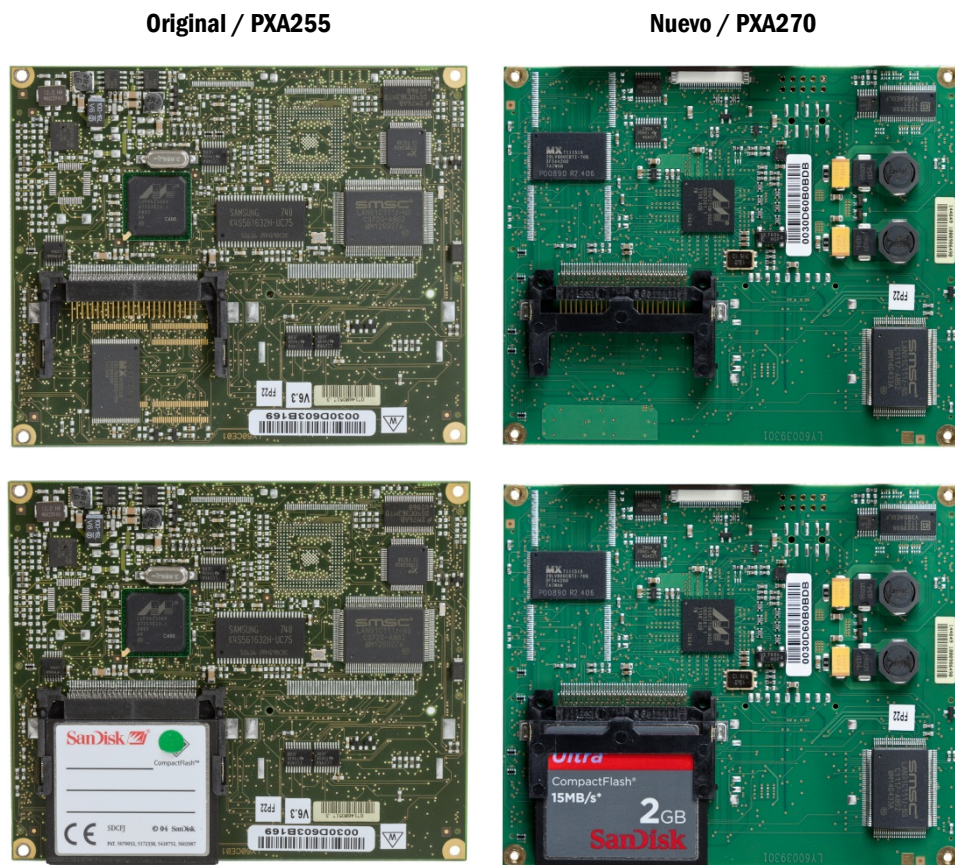

Figura 3-50: Tarjetas ETX
- Hay dos tipos de reinicio maestro posibles, dependiendo de la posición del interruptor S2 (mostrado en su posición desactivada [OFF] en la Figura 3-50): Un reinicio completo **incluyendo** información de configuración de la báscula significativa en cuanto a metrología, y un reinicio que **preserva** la información de la báscula.